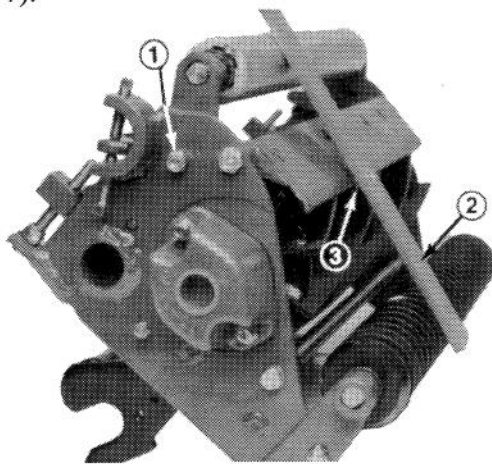

Figura 7
5. Coloque la barra a través de los rodillos frontal y posterior y ajuste el tornillo opresor hasta que la parte inferior de la cabeza del tornillo alcance el filo de la cuchilla base. (Figura 7).